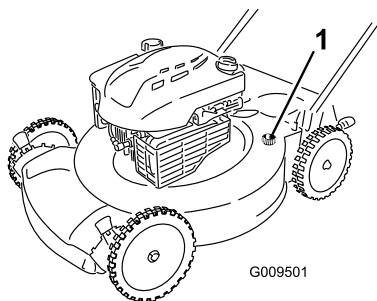

Figure 24
4. Branchez un tuyau d'arrosage, relié à une arrivée d'eau, à l'embout de lavage du carter de la tondeuse (Figure 24).